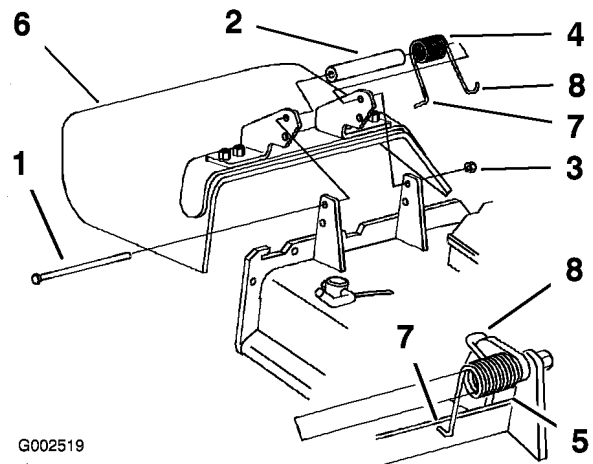

Bild 76
1. Entfernen Sie die Sicherungsmutter, Schraube, Feder und das Distanzstück, mit denen das Ablenkblech an den Drehhalterungen befestigt ist (Bild 76).
Hinweis: Stellen Sie sicher, dass sich das L-Ende der Feder hinter der Mähwerkkante befindet, bevor Sie die Schraube einführen, siehe Bild 76.
5. Führen Sie das J-förmige Hakenende der Feder um das Ablenkblech (Bild 76).